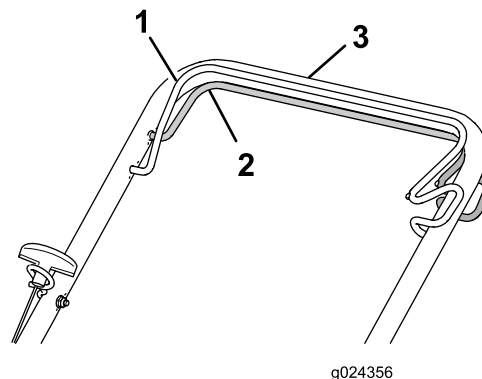

Figura 16
- Per inserire la trazione automatica:** Tenete premuta la barra della trazione automatica contro la stegola (Figura 16).